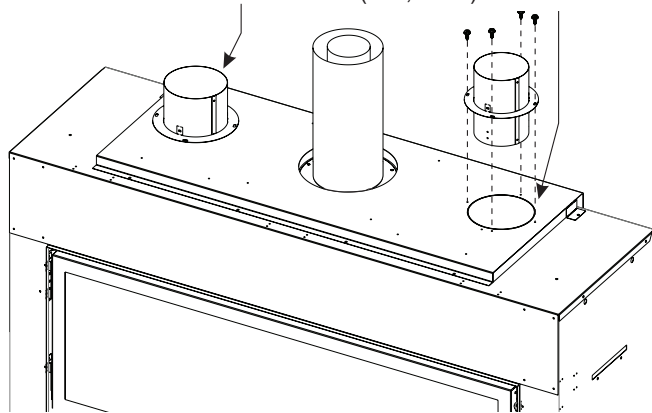

Figure 10
Après le retrait des embouts isolants, retirer également les rondelles métalliques éjectables supplémentaires de l'écran thermique interne à l'aide d'un tournevis standard et/ou de cisailles à métaux. **Voir Figure 10.**
12. Installer les colliers initiaux (de l'étape 9) au foyer. Insérer les colliers dans les trous d'évacuation sur le sommet du foyer en s'assurant que le bas des colliers touche l'écran thermique interne, puis visser 4 vis n° 10 x 1/2 po pour fixer chaque collier. **Voir Figure 10.**